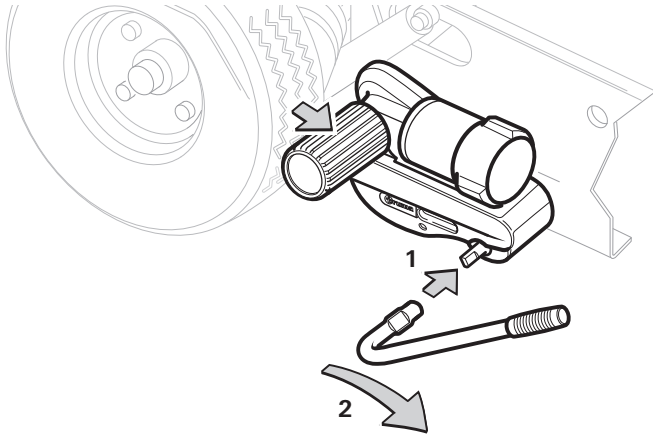
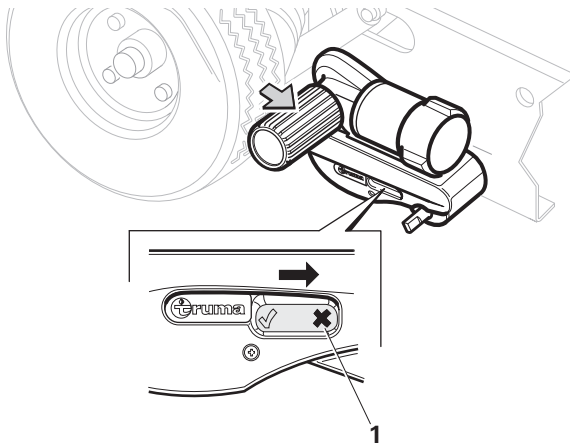

Bild 9
Bild 10
- Den Anschwenkhebel auf die Anschwenkwelle stecken (Bild 9 - 1).
- Anschwenkhebel in Pfeilrichtung (vom Fahrzeugrad weg) (Bild 9 - 2) drehen, bis die Antriebsrolle in der Endstellung sicher einrastet. Der Positionsindikator im Gehäuse steht jetzt auf „X“ (Bild 10 - 1).